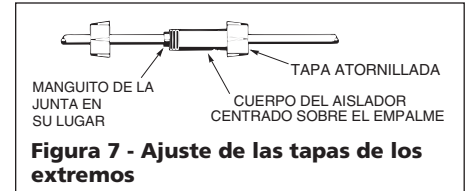

Figura 7 - Ajuste de las tapas de los extremos
7. Centre el cuerpo del aislador sobre el empalme y deslice los manguitos de junta por el cuerpo todo lo que sea posible. Atornille las tapas sobre el cuerpo del aislador (Figura 7) y ajuste a mano para obtener un empalme fuerte y a prueba de agua.